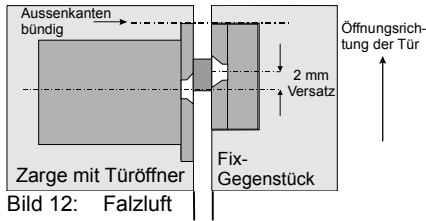

Bild 12: Falzluft
**Hinweis:** Um den maximalen Einstellbereich des Fix-Gegenstückes zur Feineinstellung universell ausnützen zu können (3 mm nach innen und außen), muß die Schließblechaußenkante des Türöffners und die des Gegenstückes bündig zueinander montiert werden (Bild 12).